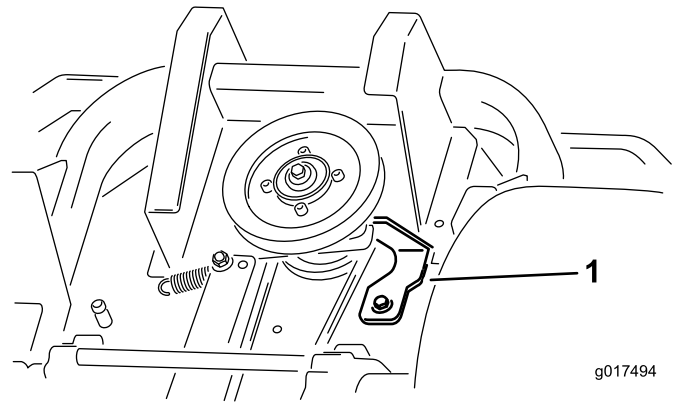

Figura 59
5. Retire el tope del embrague (Figura 59).
9. Instale el tope del embrague (Figura 59).